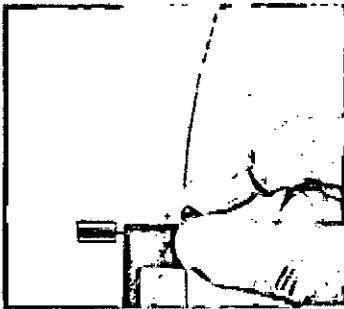

Figura 25
7. Apriete la guía. (Ver Figura 25)